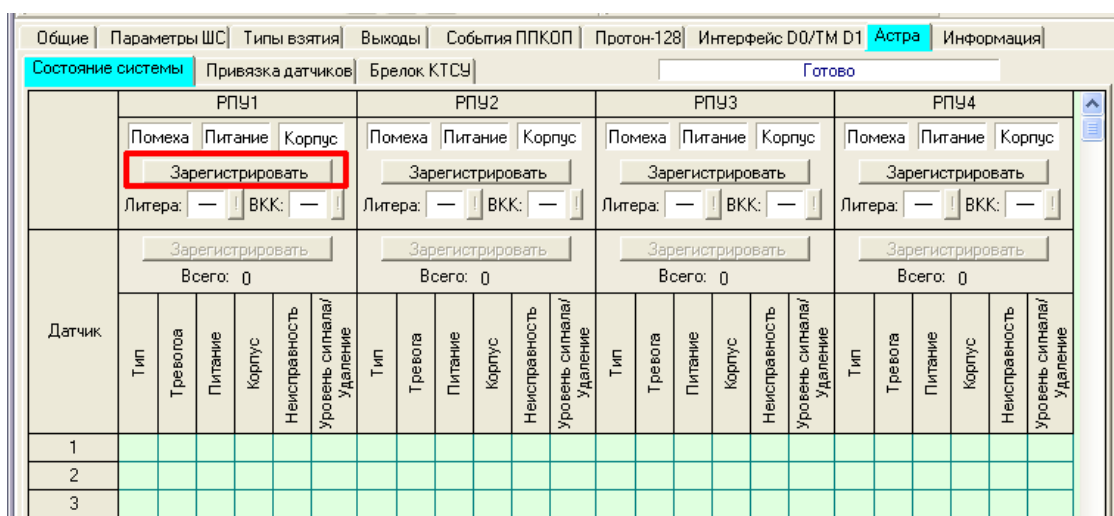

Рисунок 3.33
2) Зарегистрировать РПУ: для этого с использованием программатора зайти на вкладку «Астра. Состояние системы» (рис. 3.33). Регистрация РПУ производится нажатием кнопки «Зарегистрировать» (РПУ). РПУ, подключенный к устройству, будет зарегистрирован. При необходимости изменить литеру и время контроля канала (ВКК) (рис. 3.33).